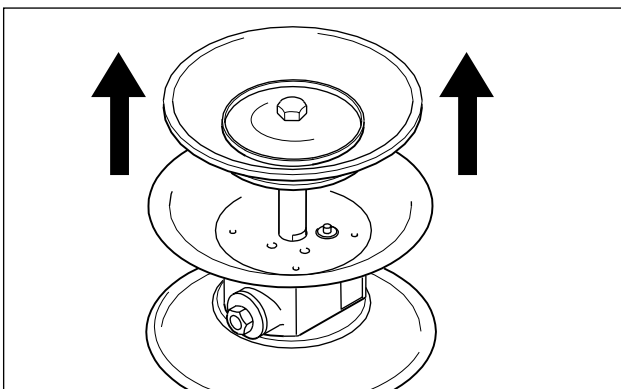

Fig. 11: Extraer el vástago del émbolo.
- Extraiga el vástago del émbolo con la segunda membrana, sacándolo del bloque central. Desmonte la segunda membrana procediendo como se ha descrito antes (Fig. 11).
- Tirar de la varilla con el segundo diafragma fuera del bloque central y desmontar el segundo diafragma. (fig. 11).